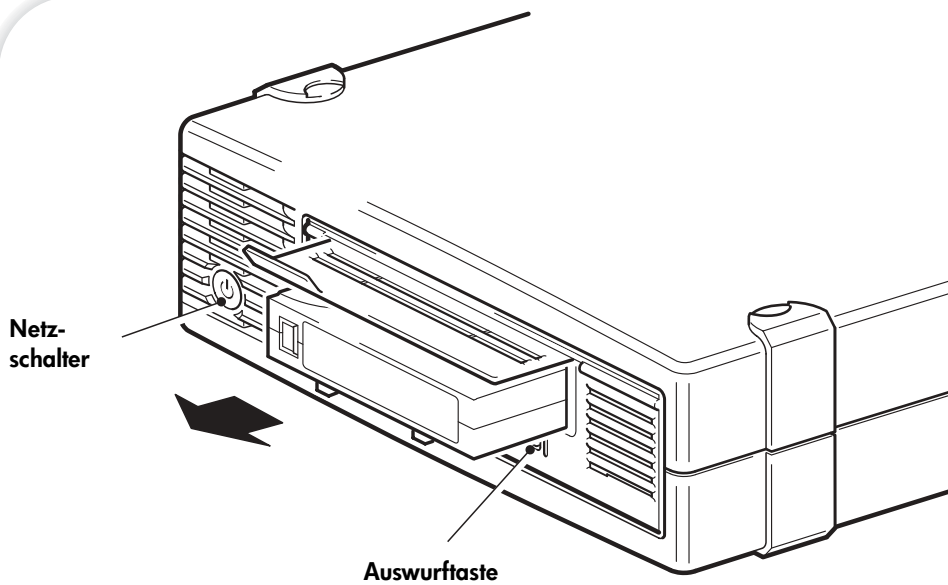

Abbildung 7b: Entnehmen einer Kassette
- 1 Drücken Sie die Auswurf Taste im Bedienfeld. (Siehe Abbildung 7b.)